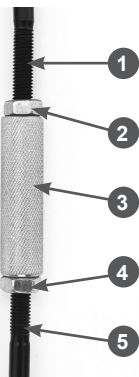

Рис. 14. Регулировка длины тяги рычага переключения передач
- если данное условие не выполняется, ослабьте затяжку контргаек 2 и 4 и вращением регулировочной ручки 3 против или по часовой стрелке, произведите корректировку положения фрикционного колеса (Рис. 14);